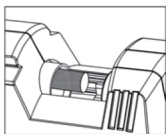

FIG..5
- Când banda lipiciului va fi consumată, pistolul de lipire nu poate funcționa în mod regulat, deoarece declanșatorul nu poate împinge banda adezivă. (FIG.5)